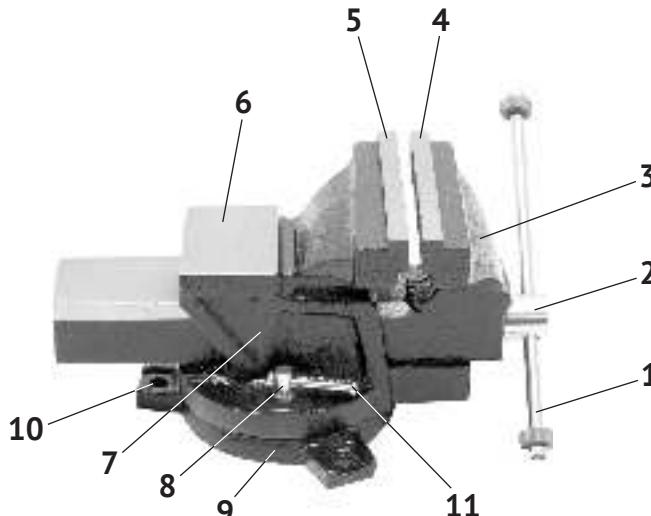

рис.1
4.1 Общий вид представлен на рис.1
4.2 Массивное чугунное основание (рис.1 поз.9) крепится к рабочему столу (верстаку) за счёт 3-х крепёжных отверстий (рис.1 поз.10) в лапках. Корпус (рис.1 поз.7) за счёт шарнирного соединения может быть повернут относительно основания и закреплён винтом фиксации (рис.1 поз.8) в любом, удобном для работы положении. Заготовка крепится между губками перемещением подвижного блока (рис.1 поз.3), вращением рукоятки ходового винта (рис.1 поз.1) мускульным усилием оператора.
6.2 Через отверстия (рис.1 поз.10) основания прочно закрепить тиски болтами к верстаку.
- ослабить винт фиксации (рис.1 поз.8) поворотом ручки (рис.1 поз.11);
- повернуть корпус (поворотный блок рис.1 поз.7) в нужное положение;